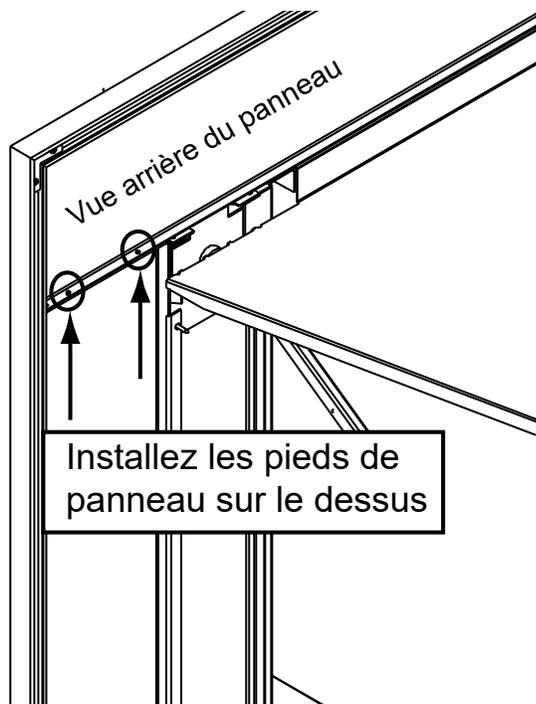

Figure 21.2
2. Fixez les pieds au panneau supérieur en utilisant un tournevis à tête cruciforme. Il y a 2 vis pour chaque pied (**Figure 21.2**).